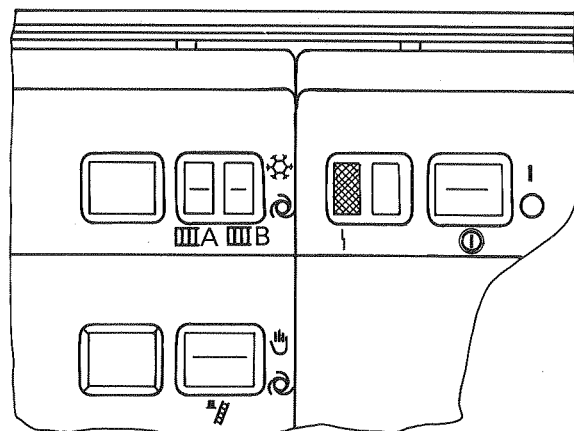

Abb. 7.8
1. Abdeckklappe öffnen (Abb. 7.8).